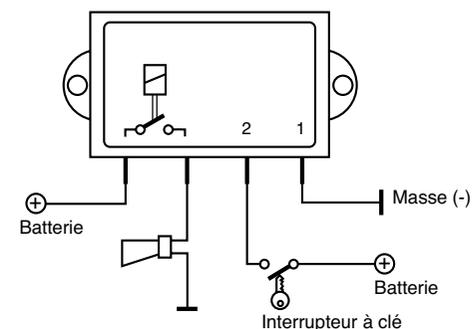

Figure 1 : Exemple de branchement
5. Il est conseillé de monter un deuxième signal sonore sous le siège, dans le cas où le voleur aurait coupé le raccord à la sirène. Câblez l'installation conformément à la figure 1.